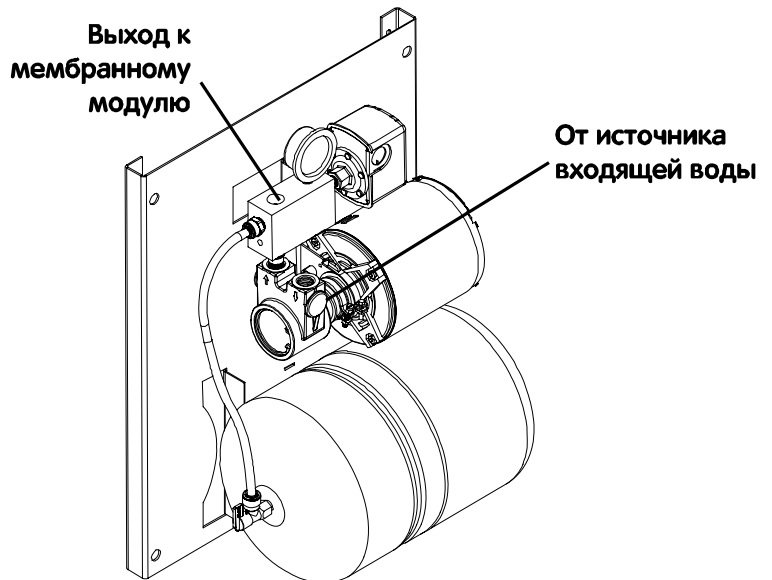

Рис. 3 – Модуль подкачивающего насоса
1. В случае настенного варианта установки используйте ориентацию, показанную на рис. 3, с реле давления и манометром над насосом и с электродвигателем над буферным баком для хранения воды.